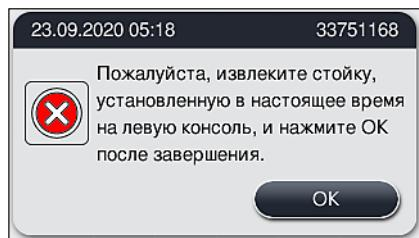

Рис. 129
- Подтвердите нажатием **OK** (→ "Рис. 129").